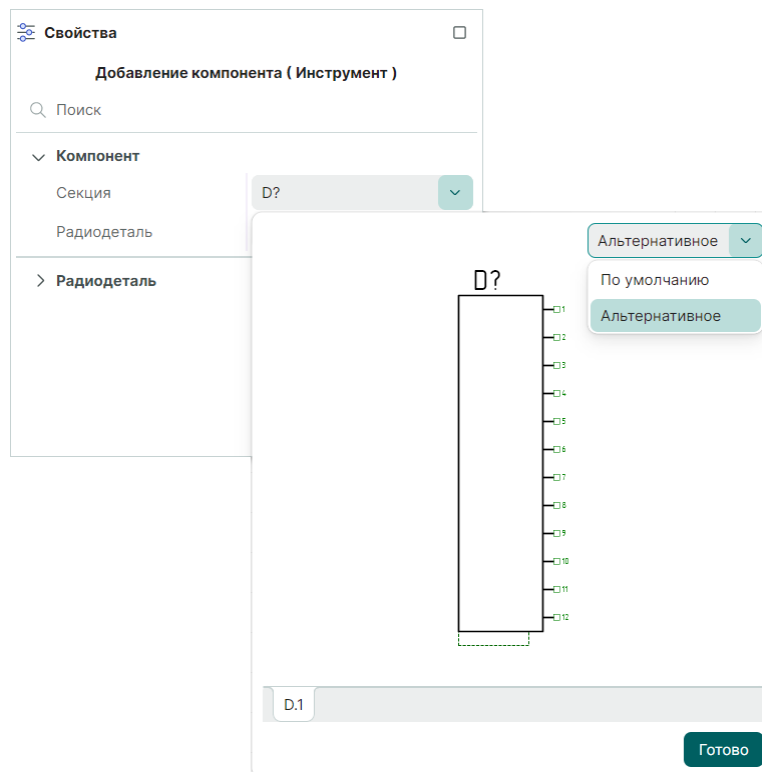

Рис. 25 Выбор представления УГО компонента
3. Переместите курсор в область функционального окна «Свойства», откройте выпадающее меню поля «Компоненты» → «Секция». Выберите вид представления УГО компонента, см. Рис. 25.